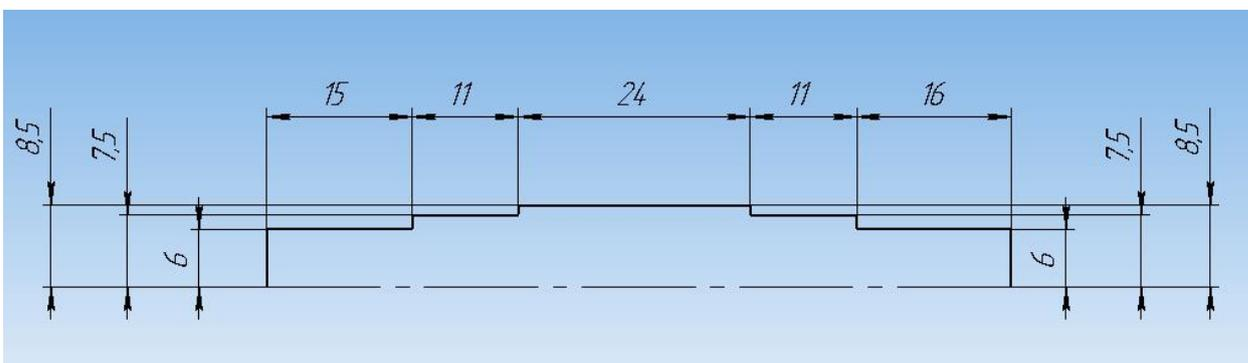

Рисунок 94.
2. На инструментальной панели «Геометрия» выберите «Непрерывный ввод объектов», (начните с начала координат) нарисуйте профиль контура  $\frac{1}{2}$  вала. Выберите команду «Отрезок» и нарисуйте ось вращения, предварительно изменив стиль линии на «Осевая» на панели свойств. Чтобы проверить себя, нанесите размеры, определяющие эскиз (рисунок 94).